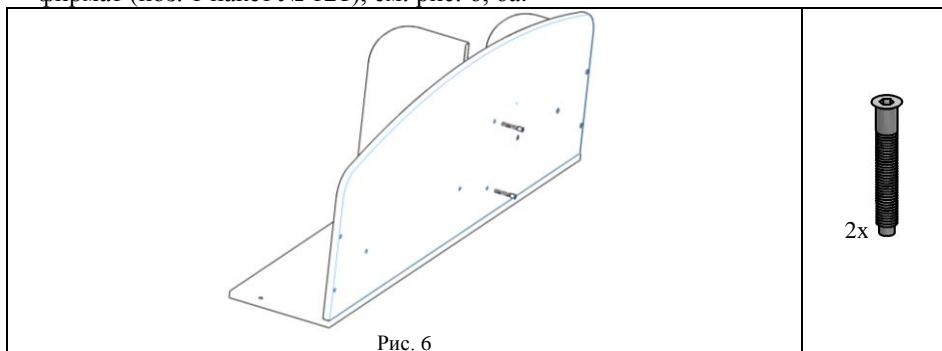

Рис. 6
5.5. К сборке по п. 5.4 прикрутить стенку среднюю (поз. 5) при помощи винтов конфирмат (поз. 1 пакет № 121), см. рис. 6, 6а.
Рис. 6а